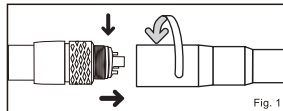

Fig. 1
- 1) Sæt håndstykket korrekt ind i slangetilslutningen, og stram slangemøtrikken (fig.1).